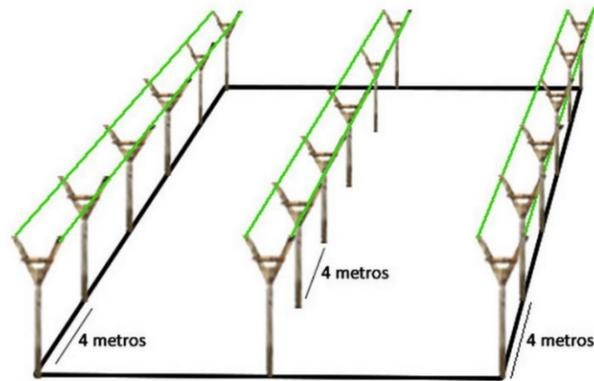

Figura 9
1.6.8 Colocación de otros postes Y: En este paso se procede a elaborar de primero los postes Y, una por una. Utilizar las reglas de 3x3x12 pies y 3x4x9 pies. La pita guía nos servirá para conocer la altura de cada una de las Y's cuando las puntas de estas toquen la pita. Colocar cada poste o poste Y a una distancia de 4 metros una de otra. Si el diseño del invernadero no incluye más naves en los extremos, se colocará únicamente postes (sin diseños de Y). Ver figura 9.